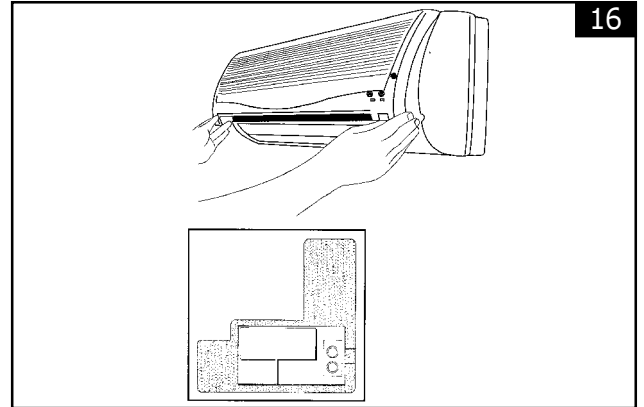

FIGURA 16
- * Levante o painel frontal e remova os parafusos da tampa do bloco de terminais. (Figura 16)